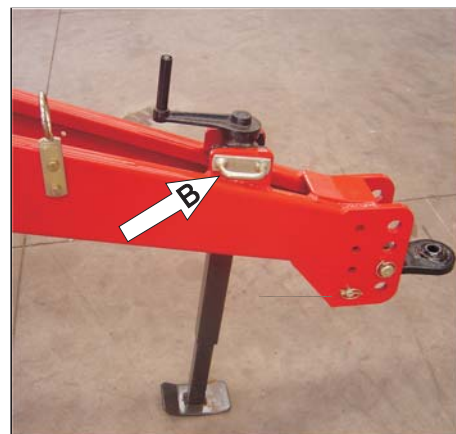

Fig. 2
2. Puxe o pino da trava e gire o macaco até a posição de uso, travando-o novamente. - **Fig. 2**